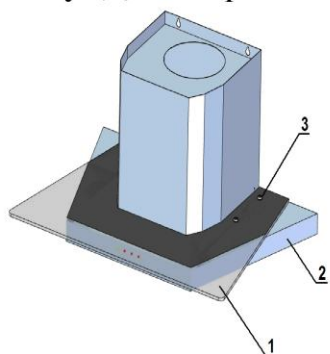
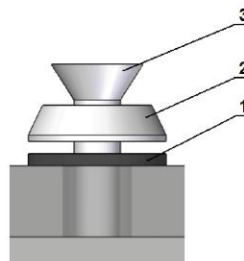

Рис. 12
Рис. 13
Перед установленням маскувальних труб обережно надіньте скло (1) зверху на корпус витяжки (2) і прикріпіть до корпуса за допомогою гвинтів (3) М4х20 (Рис. 12). При кріпленні на гвинт М4х20 (3) надіньте конічну шайбу (2), а потім гумову прокладку (1) і закріпіть скло на корпусі витяжки (Рис. 13).